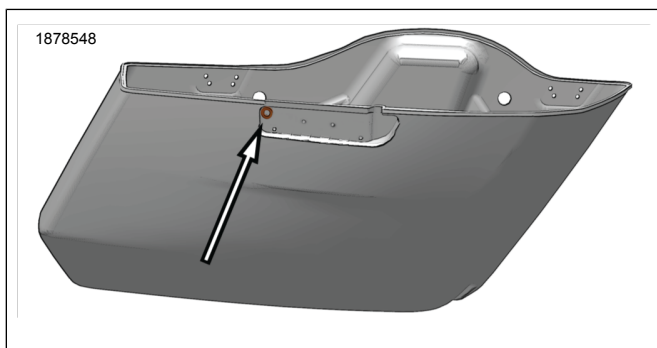

Figura 2. Localização da Perfuração do Orifício Superior do Alforje
1. Ver a Figura 2. Perfure o topo do alforje para passar cabos.